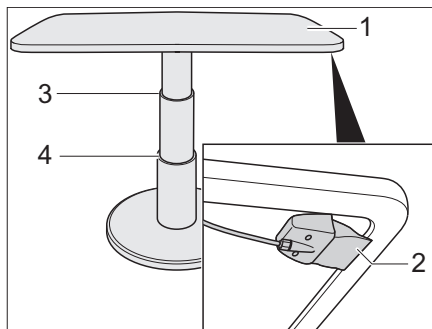

Bild 53 Hubtisch der Rundsitzgruppe
- Den Verriegelungshebel (Bild 53,2) nach oben ziehen und halten.
- Die Tischplatte (Bild 53,1) in der Mitte bis zum gewünschten Anschlag (Bild 53,3 oder 4) nach unten drücken.